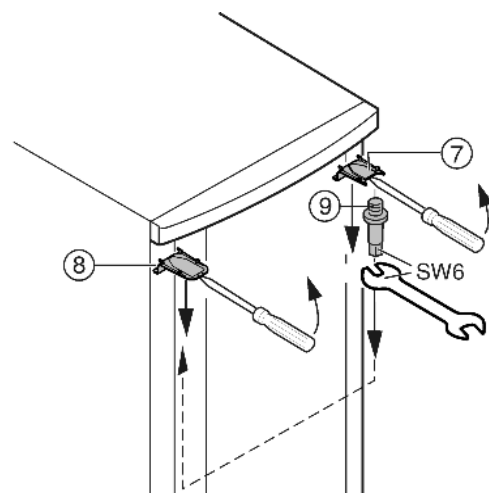

Fig. 7
- ▶ Decuplați capacul Fig. 7 (7) și capacul Fig. 7 (8) cu ajutorul unei șurubelnițe și îndepărtați-le trăgând de ele oblic în jos.
- ▶ Deșurubați bulonul lagărului Fig. 7 (9) și înșurubați-l pe partea diametral opusă (cu 4 Nm).
- ▶ Montați din nou capacul Fig. 7 (7) pe partea bolțului lagărului: introduceți partea din spate, cuplați în partea din față.
- ▶ Montați capacul Fig. 7 (8) pe partea opusă: introduceți partea din spate, cuplați în partea din față.
- ▶ Montați ușa în bolțul lagărului Fig. 7 (9).